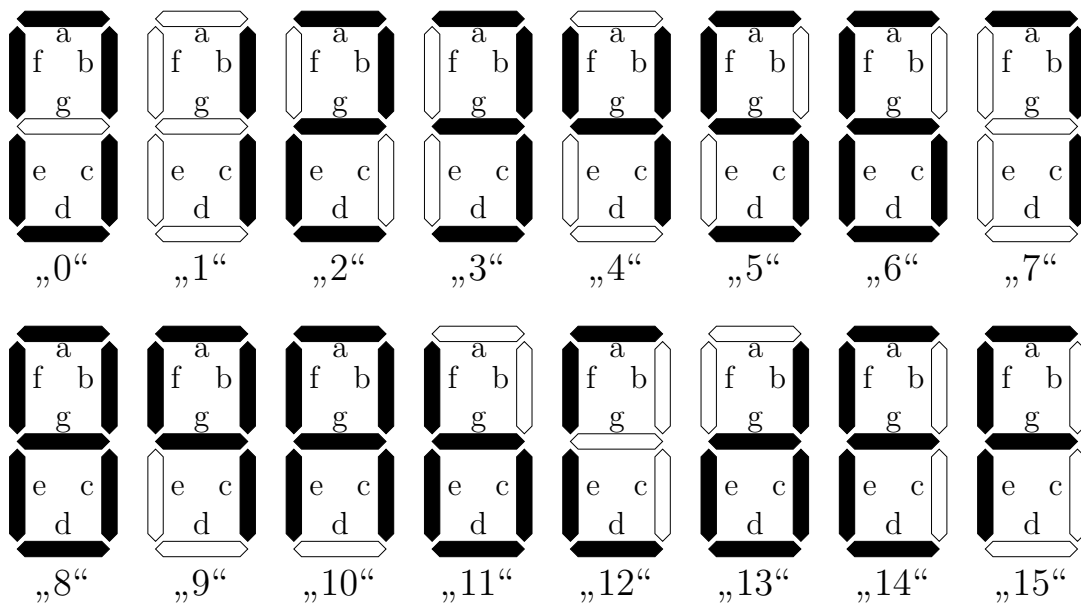

Abbildung 2.0b: Bezeichnung der sieben Segmente der Anzeige und Zifferndarstellung.
- Funktion: Die Ausgangssignale a bis g sind so zu belegen, dass die Sieben-Segment-Anzeige die dualkodierten Eingangssignale (x) entsprechend Abbildung 2.0b darstellt. Dabei soll das Bit x_0 das LSB (Least Significant Bit) sein.